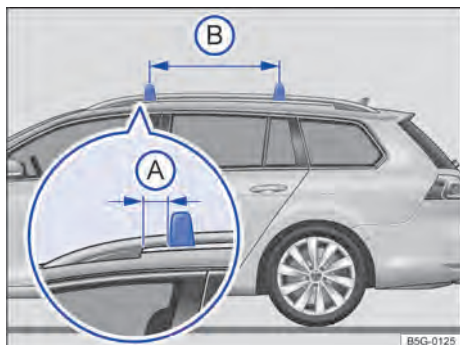

Fig. 109 Longarina do bagageiro de teto: fixação das barras de suporte.
As barras de suporte são montadas na longarina do bagageiro de teto. Assim, a distância da barra de suporte até a base do bagageiro do teto dianteiro $\Rightarrow$ Fig. 109 (A) deve ser de **5 cm**. A distância entre as barras de suporte (B) deve ser de aproximadamente **75 cm**.
- Sempre montar as barras de suporte de maneira correta. Para isso, manter as distâncias indicadas na figura $\Rightarrow$ Fig. 109.